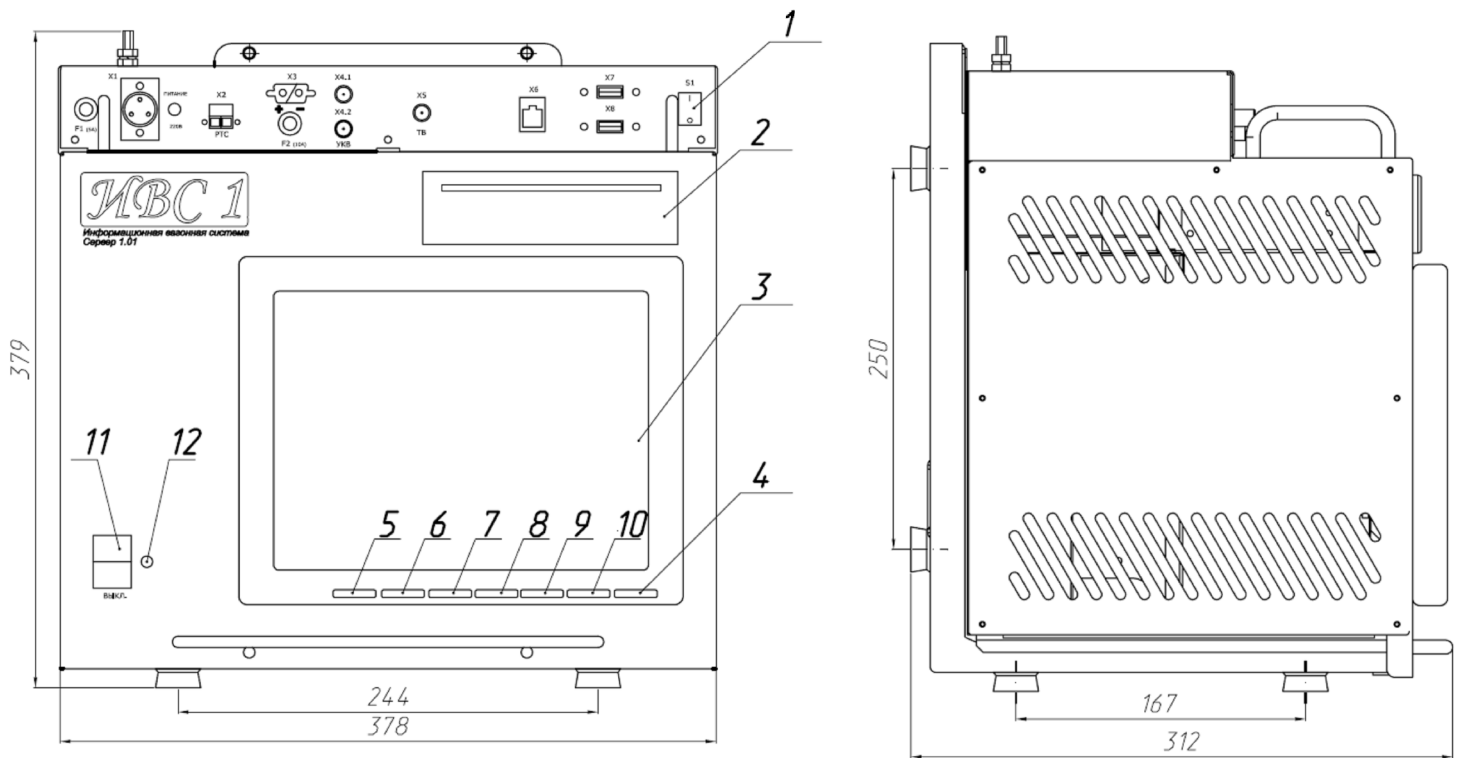

Рис. 1. Внешний вид и габариты сервера-1.01.
Сервер-1.01 выполнен в виде металлического бокса (см. рис.1), предназначенного для установки в купе проводника. Сервер-1.01 имеет следующие разъемы:
4.2 Для загрузки информации в сервере установлен DVD привод, поз.2 (см. рис.1). Для управления режимами работы сервера-1.01, а также отображения информации о текущем режиме работы сервера-1.01 и состоянии НИ (визуальная индикация о состоянии записываемой или воспроизводимой информации в каждом накопителе) предусмотрен сенсорный дисплей, поз.3 (см. рис.1).
6.3.3 Для включения сервера-1.01 необходимо нажать кнопку на передней панели сервера (см. рис.1 поз.11).
6.3.4 Для подачи напряжения питания 9В на ПРГ-2.02 необходимо кнопку S1, расположенную на верхней панели сервера, перевести в положение «I» (см. рис.1 поз.1).
6.3.5 Включение монитора (поз.3 рис.1) осуществляется кнопкой «POWER» (поз.4 рис.1).